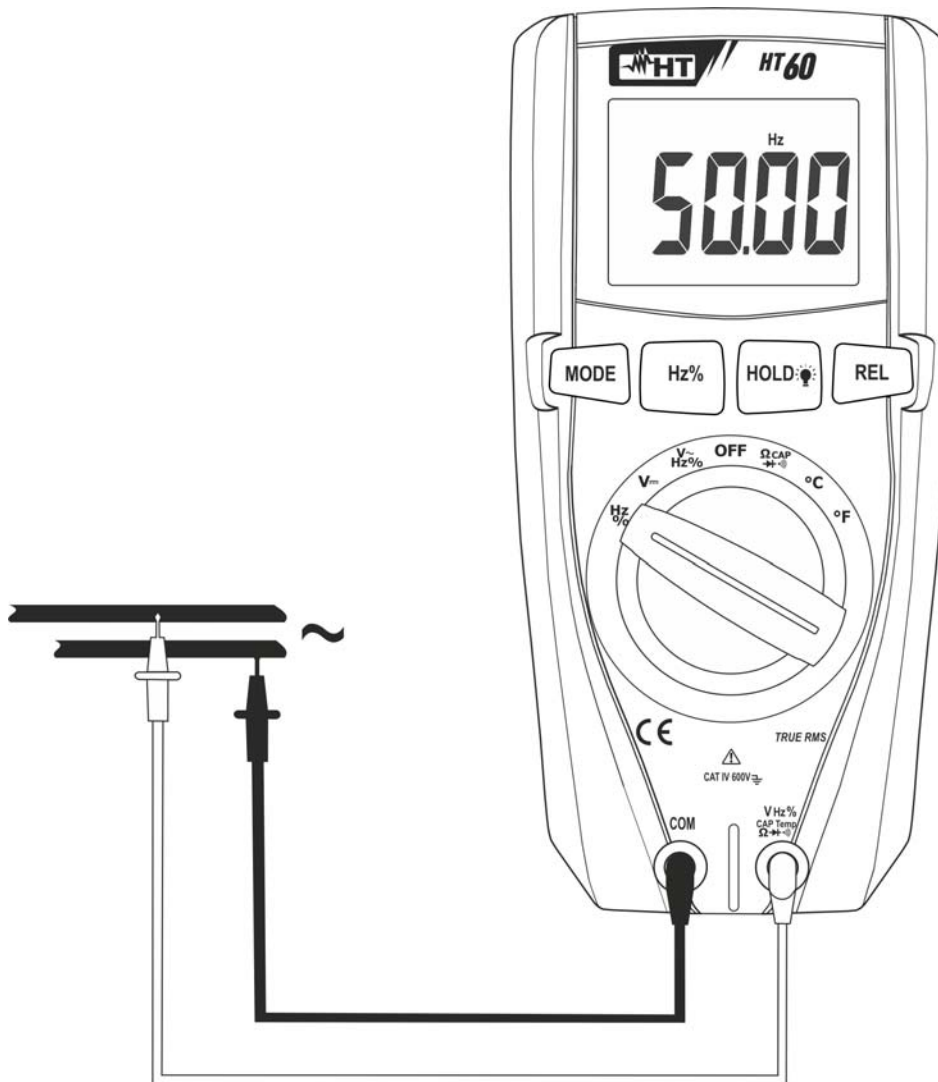

Abb. 6: Verwendung des Gerätes für Frequenz- und Duty Cycle-Messungen
3. Verbinden Sie die Messleitungen mit den gewünschten Messpunkten des zu messenden Kreises (siehe Abb. 6). Der Frequenzwert erscheint auf dem Display.